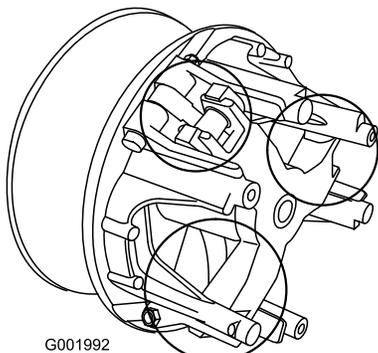

図 59
5. 図 59で○で囲んで表示している部分の可動部にToro 潤滑剤 (Toro 代理店で購入可能) をスプレーする。